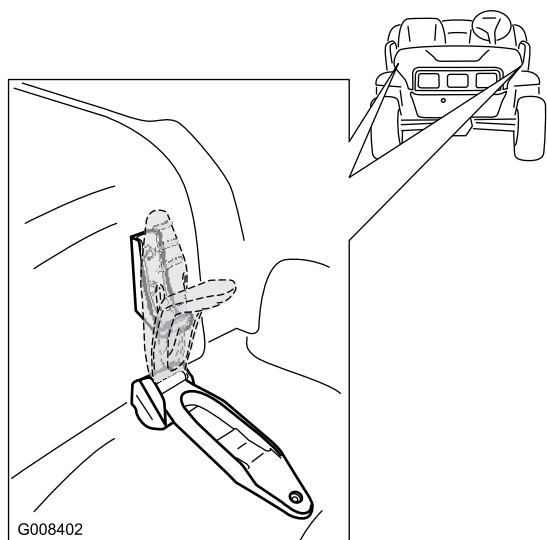

Figura 21
1. Libere la correa de goma de cada lado del capó (Figura 21).